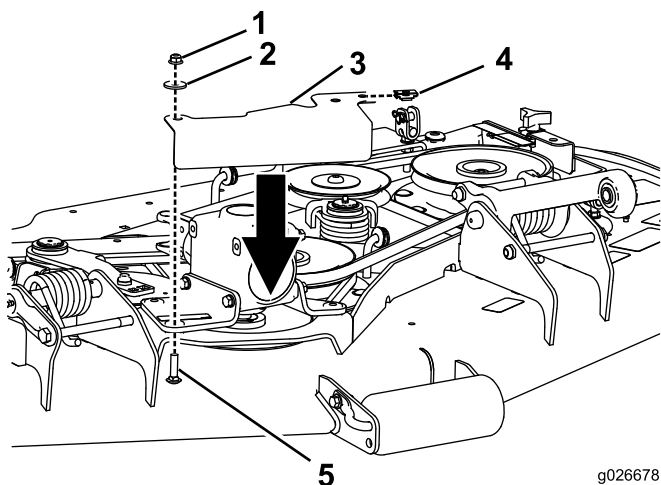

Figure 2
2. À l'aide des écrous retirés à l'opération précédente, montez la protection de la poulie sur les supports du boîtier d'engrenages (Figure 2).
3. Placez l'écrou de retenue sur le trou libre dans la protection de la poulie de pivot (Figure 2).